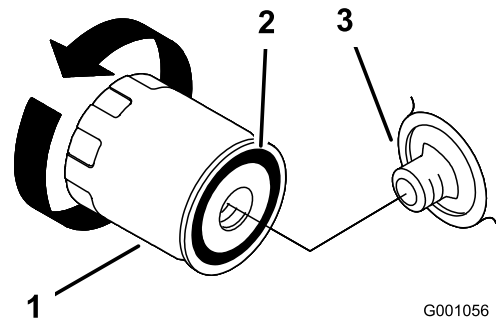

Figura 23
2. Togliete il filtro usato e tergete la superficie della guarnizione dell'adattatore del filtro (Figura 23).
3. Spalmate un velo di olio nuovo sulla guarnizione di gomma del filtro di ricambio (Figura 23).
4. Montate il nuovo filtro dell'olio nell'adattatore, giratelo in senso orario finché la guarnizione di gomma non sfiora l'adattatore, quindi serrate il filtro di altri 2/3 di giro o 1 giro (Figura 23).